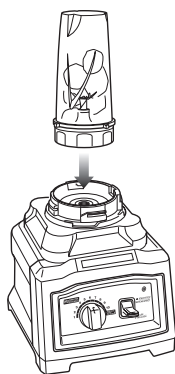
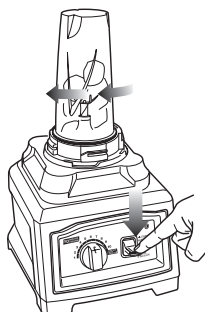

Fig. 10
Fig. 11
- 4 Retournez le gobelet à portion individuelle et placez-le à l'envers sur le bloc-moteur, en alignant les onglets du gobelet du gobelet avec le bloc-moteur. (Fig. 10) Faites tourner le gobelet dans le sens des aiguilles d'une montre jusqu'à ce qu'il soit verrouillé en place; l'appareil est prêt à être utilisé. (Fig. 11)
- 5 Tournez le bouton de commande de vitesse variable jusqu'à l'icône de portion individuelle. Le gobelet à portion individuelle fonctionne à une seule vitesse, quelle que soit la sélection du bouton de commande. Déplacez le commutateur « Start/Stop/Pulse » (marche/arrêt/impulsion) vers le bas ou vers le haut en appuyant brièvement à plusieurs reprises pour des impulsions de courts intervalles jusqu'à ce que vous ayez atteint votre consistance désirée. (Fig. 11)